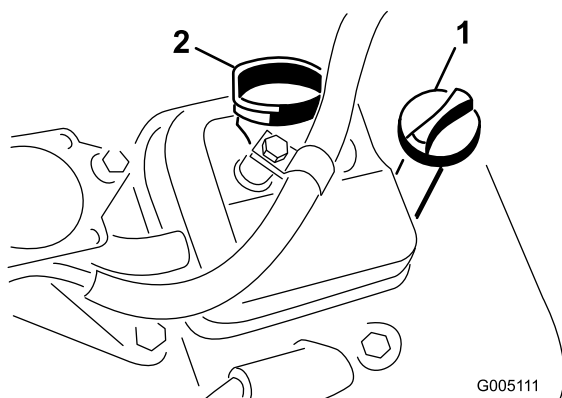

Figura 24
2. Desenrosque la varilla y límpiela con un paño limpio. Enrosque la varilla en el tubo asegurándose de que entre a tope (Figura 24).